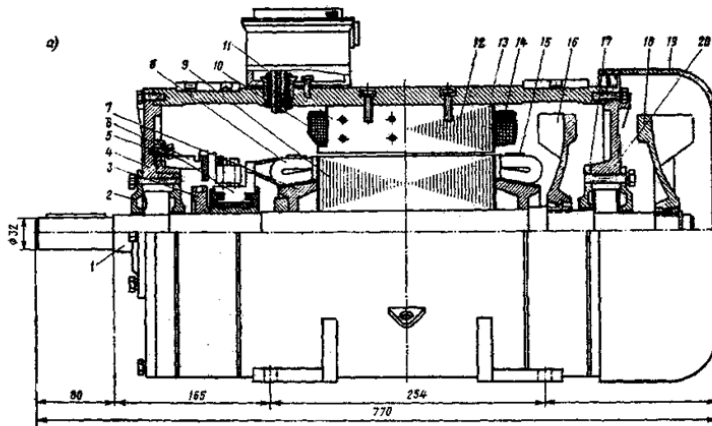

Рис. 4. Общий вид двигателя постоянного тока с высотой оси вращения $h = 160$ мм.
7. Назовите элемент 10, изображённый на рис. 4.